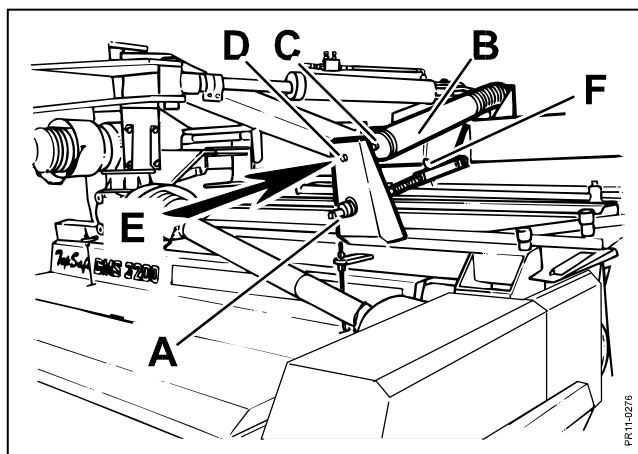

Fig. 3-14
- Fig. 3-14** Fininställning kan utföras genom att justera rotorbalkens lutning med spindeln **A**. En fjädersprint **F** låser fast den gjorda inställningen. **Spindelns längd skall vara densamma för höger och vänster sida! Detta är viktigt för att inte skärbordet skall skeva vilket medför ett otillfredsställande arbetsresultat.**
- Fig. 3-14** 4) **Top Safe fjädrarnas B** förspänning justeras nu tills man kan påverka skärbordet i riktning enligt pilen **E** med en **lämplig kraft**. Kontramuttern **C** lossas och justeringen utföres på **D**.
Dessa TOP SAFE fjädrar är av transporttekniska orsaker inte justerade från fabrik och efter justering bör det kontrolleras **att fjädrarnas förspänning är den samma för höger och vänster sida**. Detta kan göras antingen med fjädervåg eller genom att mäta och jämföra längden på fjädrarna **B** (fig. 3-14).
- A) Genom att lossa de vågräta Top Safe fjädrarna något (Fig. 3-14) sidan 34, och att spänna de lodräta höjdavlastningsfjädrarna något (Fig. 3-12).